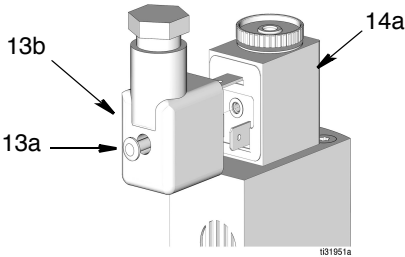

图 31
4. 将 DIN 接头 (13b) 重新连接到电磁阀接头 (14a) (图 31)。
5. 拧紧微型 DIN 电磁阀接头 (13b) 背面的螺丝 (13a) (图 31)。